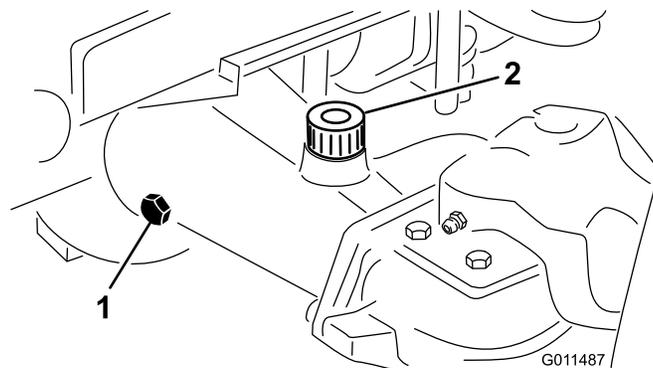

Figura 14
- Togliete il tappo di controllo da un'estremità del ponte (Figura 14) e verificate che il lubrificante raggiunga la base del foro. Se il livello è basso,
togliete il tappo di riempimento (Figura 14) e rabboccate con lubrificante finché non raggiunge la base del foro del tappo di controllo.